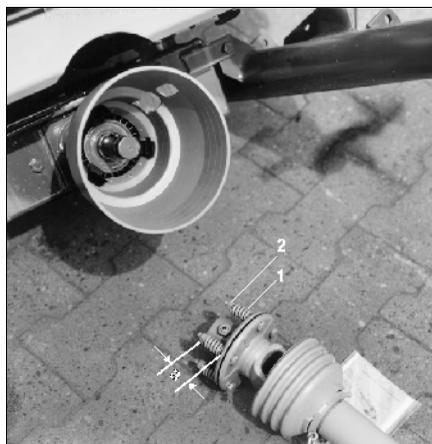

Fig. 53
- Descargar los resortes (Fig. 53/1) aflojando las tuercas (Fig. 53/2).